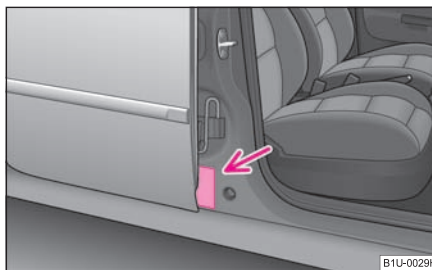

Fig. 125 Adhesivo en el montante central de la carrocería, lado del acompañante
- Este hecho lo indica también el adhesivo que se encuentra en el montante central de la carrocería del lado del acompañante ⇒ fig. 125. El adhesivo es visible al abrir la puerta del acompañante. Para algunos países se pega el adhesivo también en la visera parasol del acompañante.